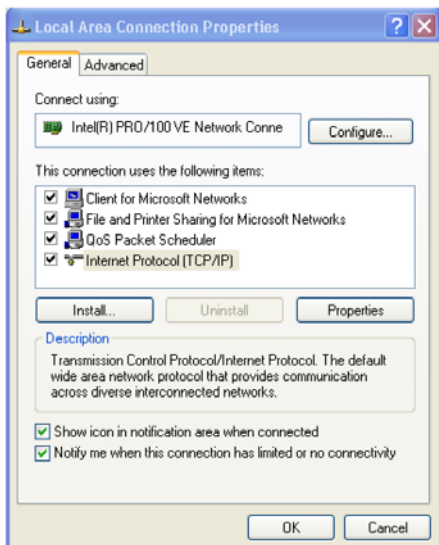

Рис. 3. Окно свойств локального подключения
5. Выберите протокол интернета (**Internet Protocol (TCP/IP)**) и щелкните на кнопке **Properties (Свойства)** (см. рис. 3).